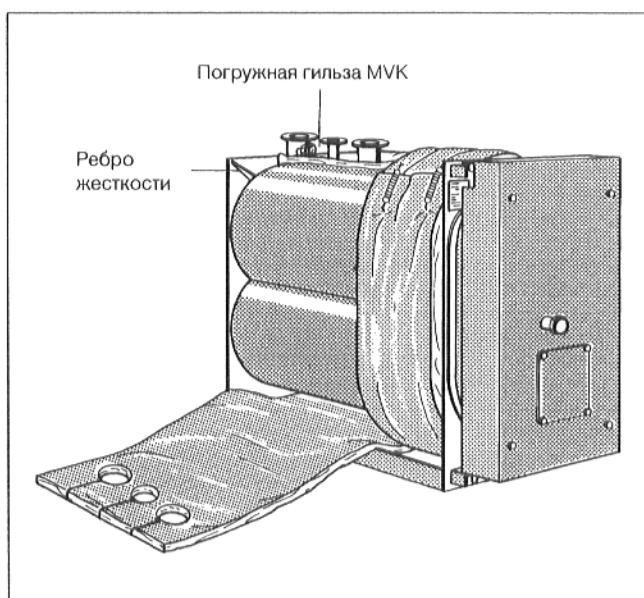

Рис. 6
- Уложить вокруг радиатора 2 теплоизолирующих маты и закрепить сверху, наложив концы матов друг на друга, посредством 5 или 6 * натяжных пружин (Рис. 6).
- Надрезать теплоизолирующие маты внизу и вверху в зоне ребер жесткости (Рис. 6).